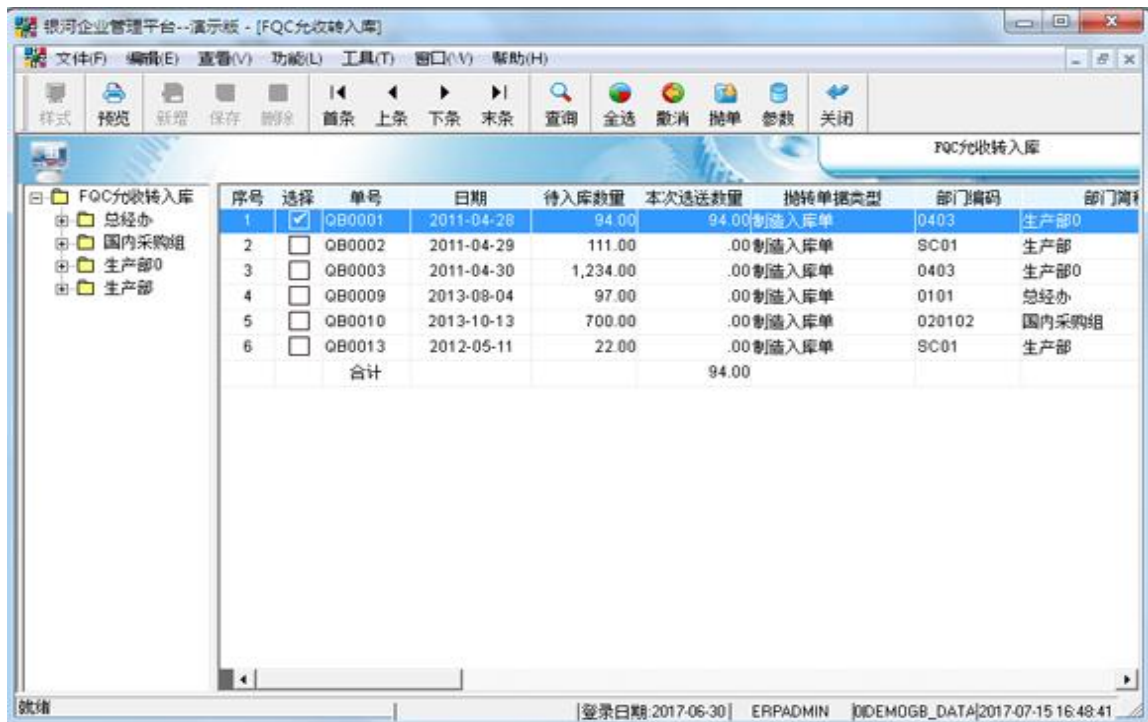

图 36
登录系统后，在左边的树型图中，找到“库存管理/制造入库/FQC 允收转入库”后双击它，进入“FQC 允收转入库”窗口（见图 36），此文件柜将 FQC 检验已审核单据生成制造验收入库单
**栏位说明 (图 36)**